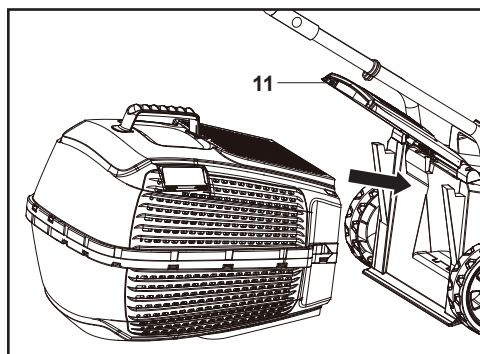

Fig. 5
4. Înainte de a monta coșul collector de iarbă la mașina de tuns, trebuie să te asiguri că motorul este oprit și cuțitul nu se rotește. Coșul collector de iarbă trebuie fixat pe ambele cârlige ale mașinii de tuns iarba. Deschide deflectorul de iarbă (11) cu o mână și fixează coșul collector cu cealaltă mână, așa cum se arată în fig. 5. Deflectorul de iarbă este fixat pe coșul collector de iarbă cu un arc.